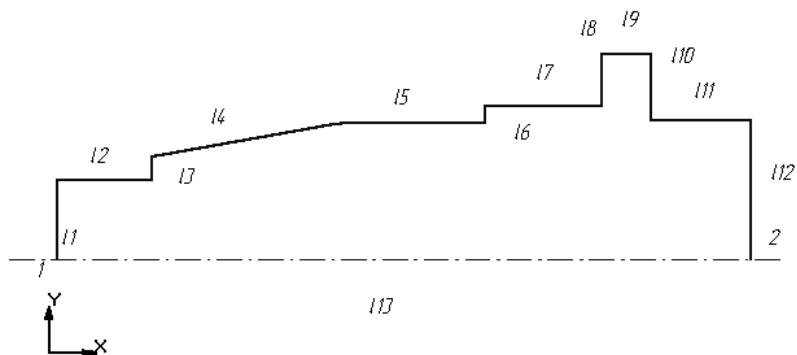

Рис. 3
зонтали и примените ее к любым точкам отрезков *l5* и *l11*. Результат наложения перечисленных отношений и связей приведен на рис. 3.
5. Вызовите команду **Зафиксировать точку** и зафиксируйте точку **2** (см. рис. 3).